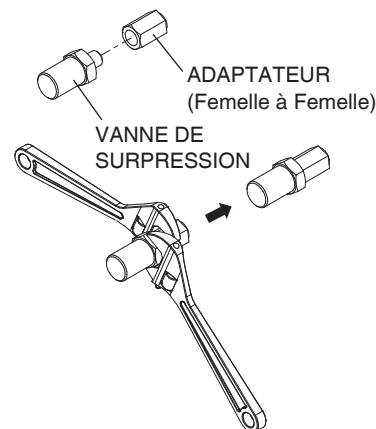

Figure 1
- 1.1. Installez la vanne de surpression (0151V00000) sur l'adaptateur (0151V00003) (côté femelle 1/4 NPTF). Utilisez un mastic résistant à la chaleur (alimentation locale) pour assurer une bonne étanchéité. (Figure 1)